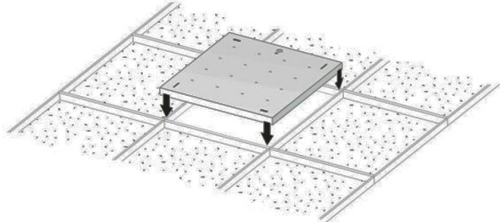

Рисунок 7 — Установка светильника Geniled серии Office Comfort 595x595x60 на подвесную конструкцию.
- 5.3.3. Установите светильник Geniled на монтируемое место (Рисунок 7). Следите за тем, чтобы кабель не оказался зажат между элементами конструкции потолка и светильника. Убедитесь, что светильник надежно закреплен на потолке.